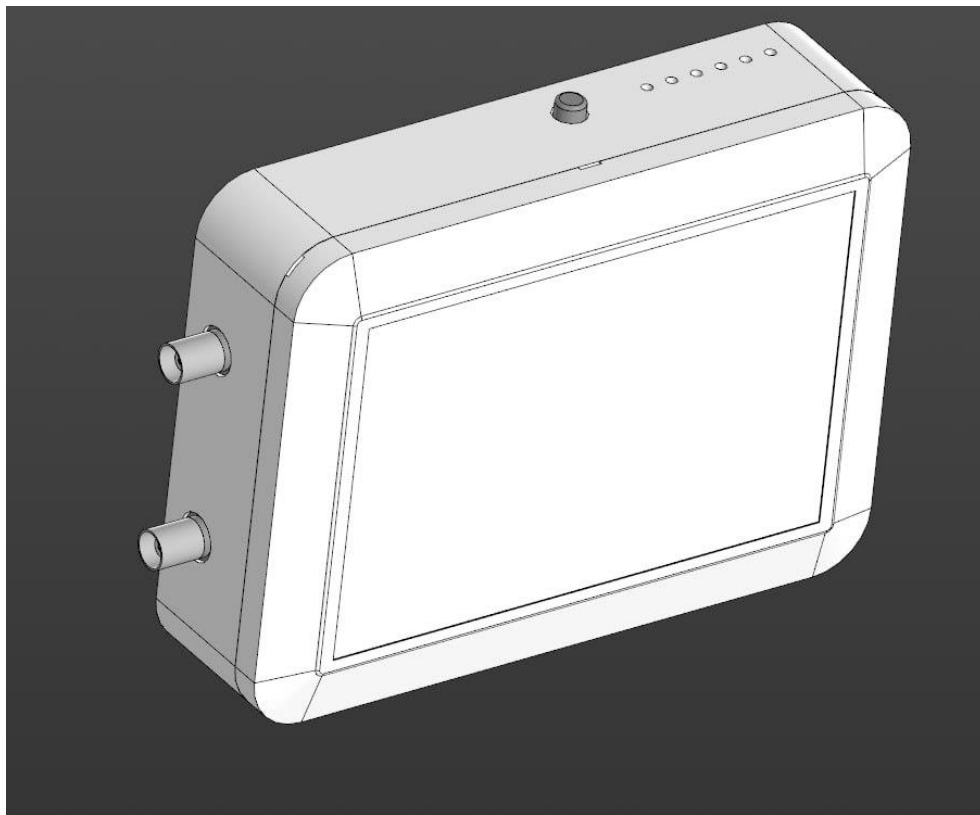

Рис. 1. Верхняя и боковая панель приборного блока
4.4 На верхней панели приборного блока расположены (рис.1):
4.5 На боковой панели приборного блока расположены (рис.1):